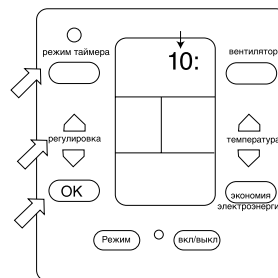

Рис. 5
- Когда светится **CLOCK**, отображается время в часах. Если в этот момент нажать на кнопку “Time adjust”, то можно установить время (Рис.5).